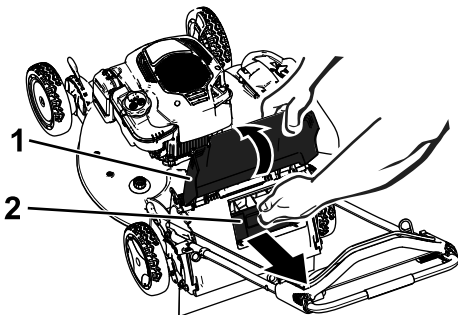

Figure 23
2. Soulevez le volet arrière et gardez-le dans cette position (Figure 23).
3. Retirez l'obturateur arrière (Figure 23).